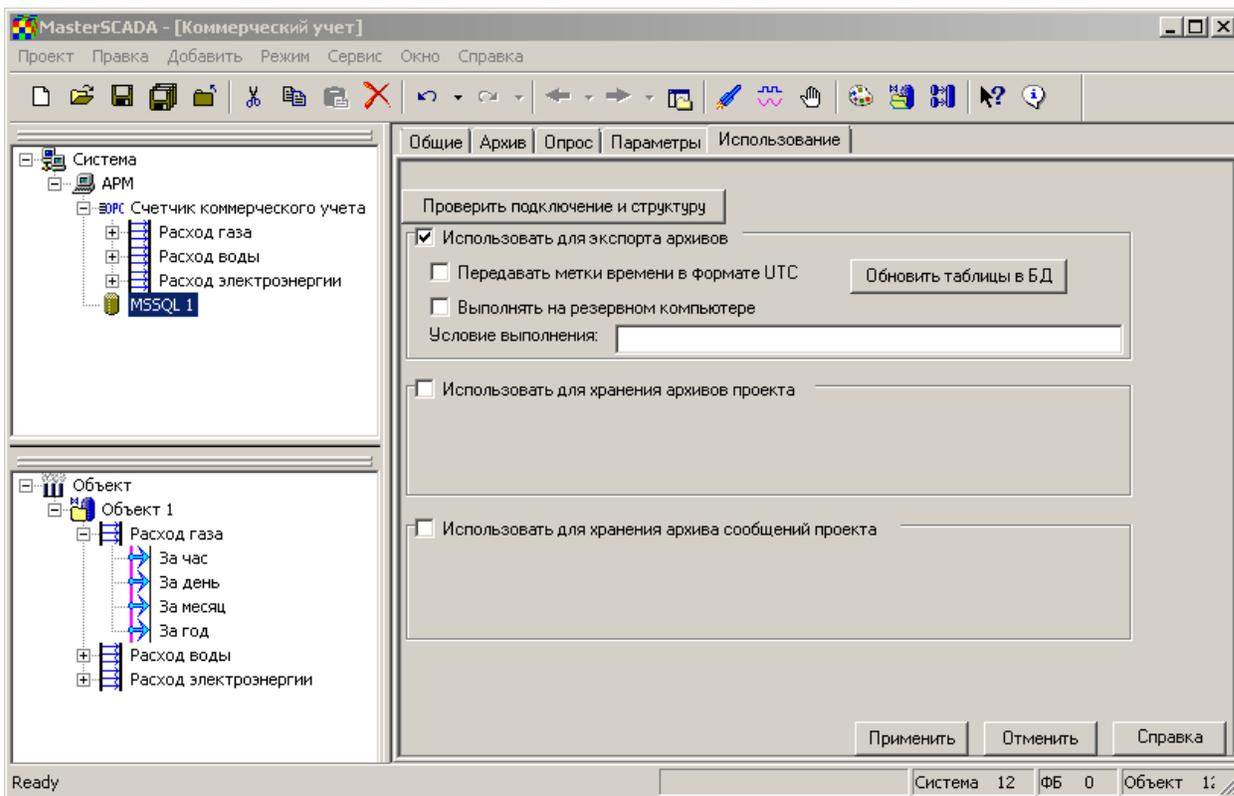

Рисунок 1.2-7. Использование базы данных
3. На странице свойств **БД-коннектора** **Использование** установите флаг: **Использовать для экспорта архивов** (Рисунок 1.2-7).